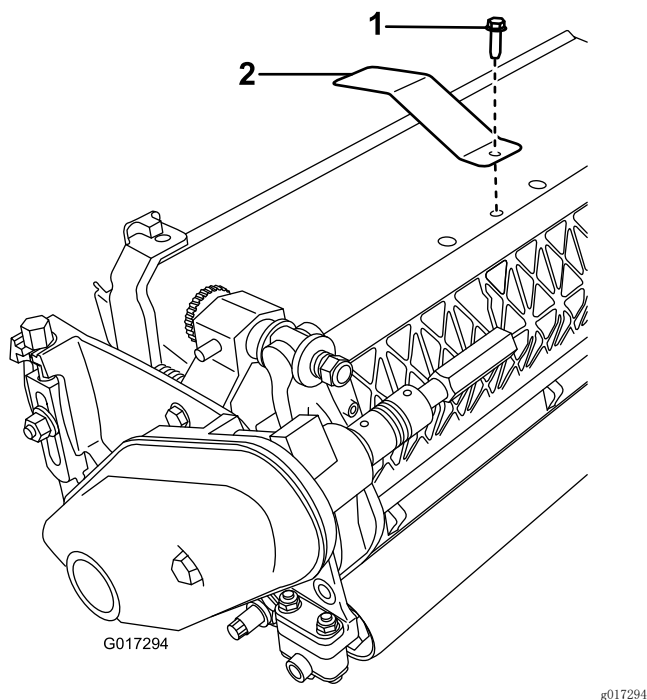

图3
2. 拆下中间的挡草罩螺栓（图3）。
3. 使用之前拆下的螺栓，将靶板安装到滚刀组顶部（图3）。